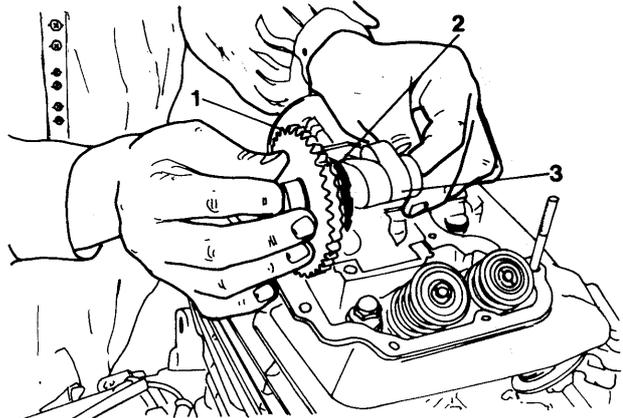

Bild 40 Nockenwelle ausbauen
- Unter Bezug auf Bild 40 die Nockenwelle hochziehen und das Kettenritzel sowie Nockenwelle entfernen.